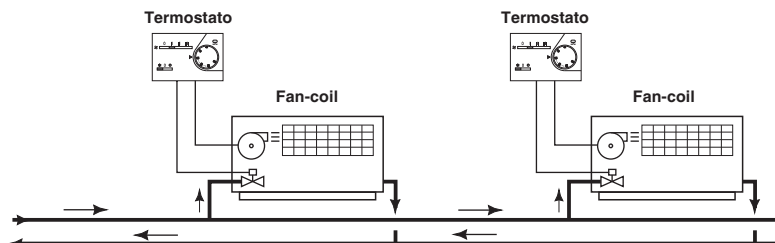

Fig. 2
- 1) elettrovalvola termostata e ventilazione fissa (fig. 2)
- 2) elettrovalvola e ventilazione termostata (fig. 2)